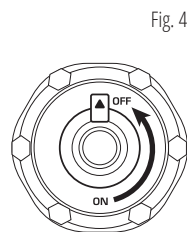

Fig. 4
7. După ce generatorul se oprește, lăsați-l să se răcească și închideți ventilul de aer de pe bușonul de combustibil (pentru model KSB 21i S puneți pe „OFF”, așa cum se arată în Fig. 4).